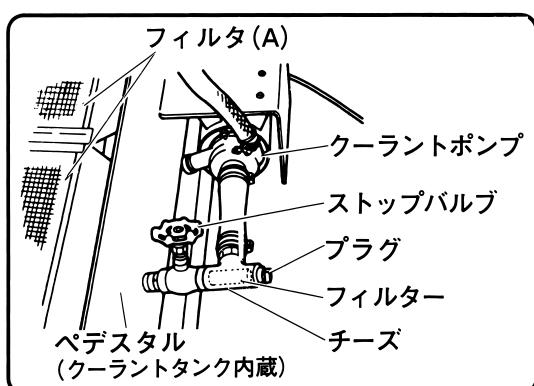

図 30
(2) クーラントタンク内にも切りくずがたまる場合がありますので、定期的に掃除してください。
- フィルターを定期的に点検してください。（図30参照）
(2) チーズ内のフィルターの洗浄方法
① ストップバルブを時計方向にまわして、クーラントタンクから切削液の流れを止めます。（図30参照）
② チーズに取り付けられたプラグをスパナでゆるめて取りはずし、中のフィルターを取りだします。
③ フィルターを石油や水にひたし、やわらかいブラシでよく洗い、つぎに水道等の流れ落ちる水でよく洗います。
④ フィルターを洗浄後、チーズへ取付けてください。また、プラグは切削液が漏れないよう十分締付けてください。
⑤ 最後にストップバルブを反時計方向にまわし、ストップバルブを開きます。